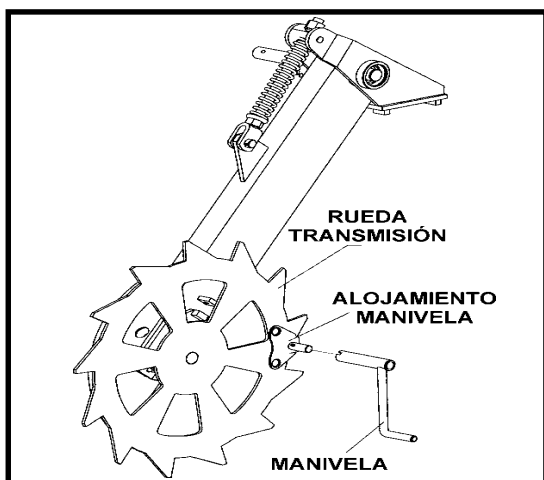

fig. 4
- 6 Se levanta la máquina hasta que la rueda de transmisión (fig. 4) pierda contacto con el suelo y se dan algunas vueltas hasta que la semilla empieza a caer en la bandeja. Esta semilla se devuelve a la tolva y se empieza a dar vueltas según el cuadro siguiente.